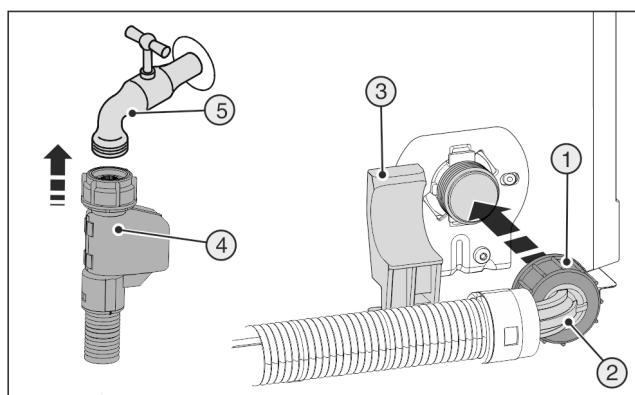

Fig. 22
- ▶ Свържете правия край на маркуча Fig. 22 (4) към спирателния кран Fig. 22 (5).